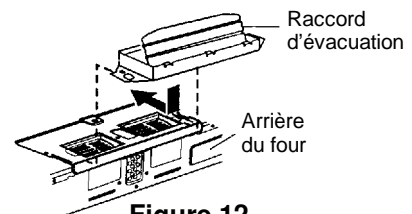

Figure 12
1. Fixer le raccord d'évacuation à la plaque du ventilateur en le faisant coulisser dans les guides. Voir la figure 12.